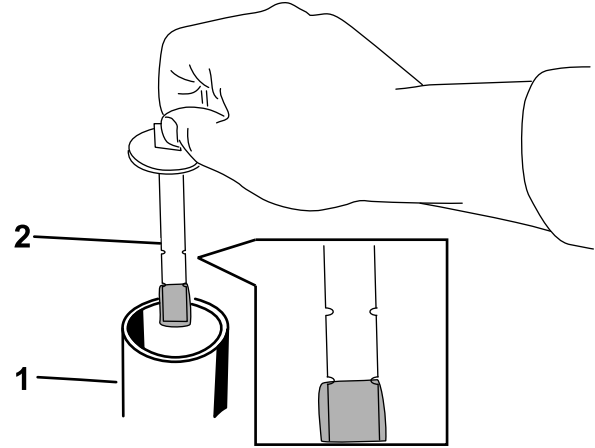

Figure 84
5. Enlevez le bouchon et la jauge du réservoir hydraulique (Figure 84).